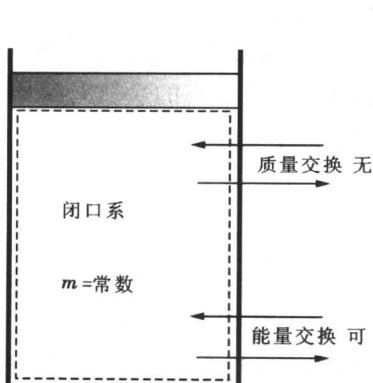

图 1-1 闭口系统
**闭口系统：**热力系和外界无物质交换的系统，简称闭口系。闭口系是包含在封闭表面的一定量的物质，系统内的质量保持不变，又称控制质量。如图 1-1 所示。